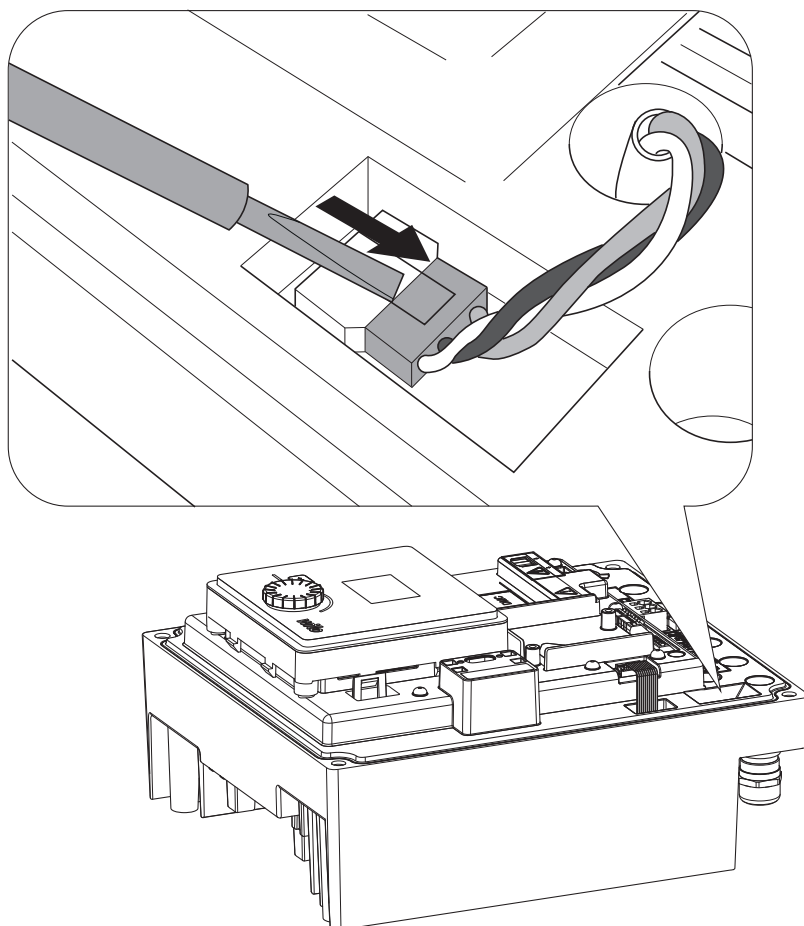

Fig. 48: Zdjąć kabel zasilający wentylatora modułu
- Odłączyć kabel zasilający wentylatora modułu. (Fig. 48).